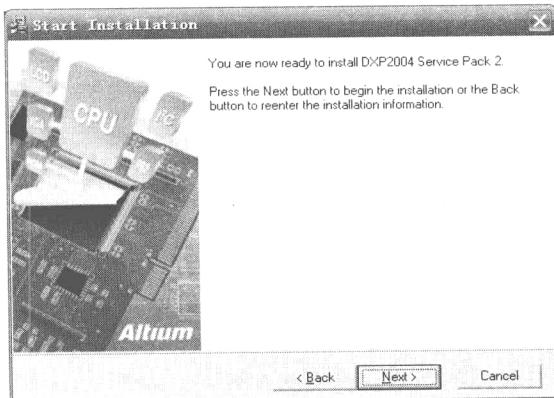

图 1-10 准备安装
- (4) 单击 **Next** 按钮, 系统将弹出准备安装软件界面, 如图 1-10 所示。